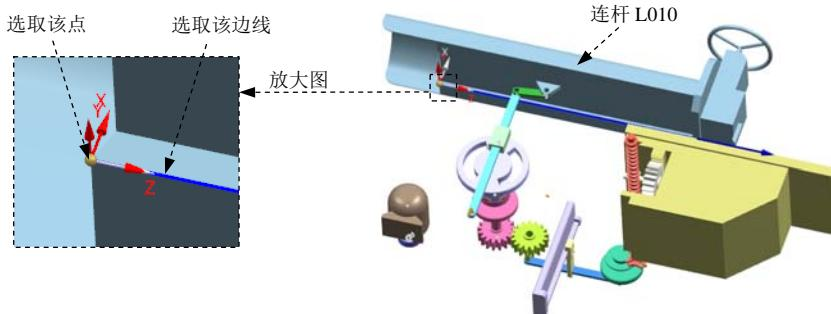

图 10.9.18 定义滑动副 (二)
(1) 定义运动副类型。在“运动副”对话框**定义**选项卡的**类型**下拉列表中选择 **滑动副**选项。
(2) 选择连杆。选取图 10.9.18 所示的连杆 L010。
(3) 定义原点及矢量。在“运动副”对话框的 **指定原点**下拉列表中选取“自动判断的点” 选项，在模型中选取图 10.9.18 所示的点为定位原点参照；选取图 10.9.18 所示的边线作为矢量参考边，方向向右。
(4) 单击**应用**按钮，完成第十个运动副的添加。